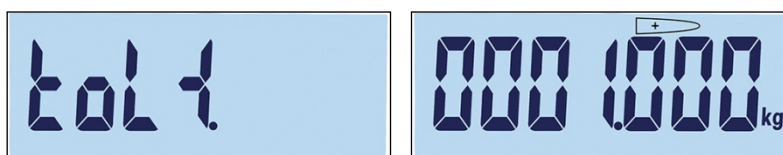

Figura 3-49: Schermate etichetta della tolleranza positiva e impostazione
5. Il valore della tolleranza positiva (Tol +) può essere modificato nella successiva schermata (Figura 3-49). Dopo aver impostato il valore, premere  per passare al punto successivo.